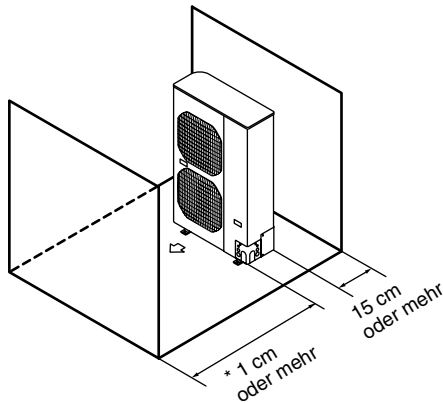

Abb. 2-6
- (2) Hindernisse auf der Vorder- und Rückseite (linke Seite, rechte Seite und Oberseite sind frei). (Abb. 2-6)